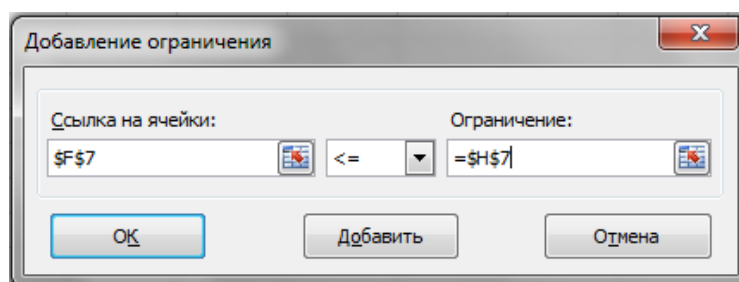

Рисунок 8 – Добавление ограничения
• указатель мышки на кнопку «Добавить». Появляется диалоговое окно «Добавление ограничения» (рис. 8);